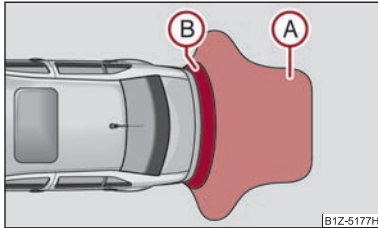
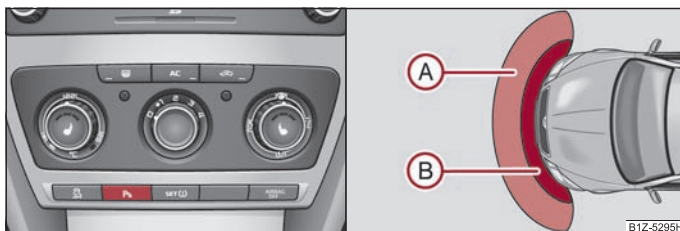

Abb. 115 Einparkhilfe: Erfassungsbereich der hinteren Sensoren
Abb. 116 Aktivieren der Einparkhilfe / Erfassungsbereich der vorderen Sensoren
Die Abstandswarnung beginnt bei einem Abstand von etwa 160 cm zum Hindernis (Bereich **A** ⇒ Abb. 115). Mit der Verringerung des Abstands verkürzt sich das Intervall zwischen den Tonimpulsen.
Die Abstandswarnung beginnt bei einem Abstand von etwa 120 cm zum Hindernis vor dem Fahrzeug (Bereich A → Abb. 116) und etwa 160 cm zum Hindernis hinter dem Fahrzeug (Bereich B → Seite 110, Abb. 115). Mit der Verringerung des Abstands verkürzt sich das Intervall zwischen den Tonimpulsen.
Die Einparkhilfe wird bei eingeschalteter Zündung beim Einlegen des **Rückwärtsgangs** oder durch Drücken der Taste → Abb. 116 - links aktiviert, in der Taste leuchtet das Symbol **P**. Die Aktivierung wird durch einen kurzen Quittierton bestätigt.
Die Einparkhilfe wird nach Drücken der Taste **P** → Abb. 116 - links oder bei einer Geschwindigkeit über 10 km/h deaktiviert - das Symbol **P** in der Taste erlischt.
- Wenn nach Aktivierung des Systems etwa 3 Sekunden lang ein Warnton ertönt und sich in Fahrzeugnähe kein Hindernis befindet, liegt ein Systemfehler vor. Der Fehler wird zusätzlich durch das Blinken des Symbols **P** in der Taste → Abb. 116 - links signalisiert. Lassen Sie den Fehler von einem Fachbetrieb beheben.